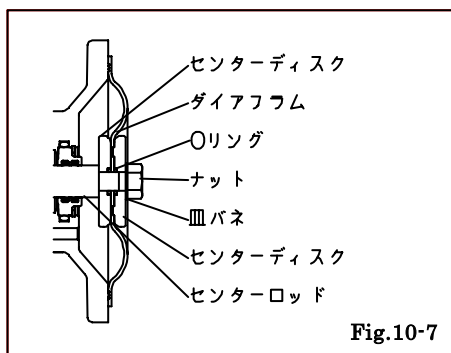

Fig.10-7
- ・片側にダイアフラムを引出し、Fig.10-7 の状態でアウトチャンバーを取付ける。ボルトは一度仮止めする。
- ・反対側にダイアフラムを引出し、ダイアフラムを反転させて、Fig.10-7 の状態でアウトチャンバーを取付ける。ボルトは仮止めする。